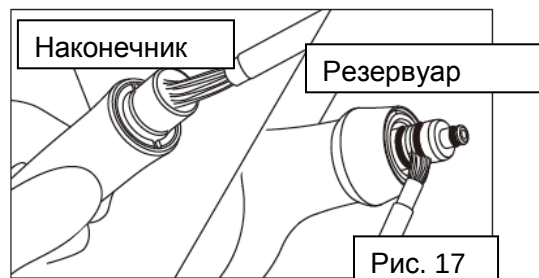

Рис. 17
1) Remove powder from the Handpiece and Powder Case connections and the Adjustment Ring section. Clean the inside of the Handpiece connection with the supplied cleaning brush (Fig. 17: Left). Clean the Powder Case connections with the supplied cleaning brush in the same way (Fig. 17: Right).
1) Удалите порошок из соединения наконечника и резервуара, а также в области кольца регулировки потока. Прочистите внутреннюю часть разъема наконечника с помощью входящей в комплект чистящей щеточки (Рис. 17: слева). Таким же способом прочистите щеточкой разъем резервуара. (Рис. 17: справа).